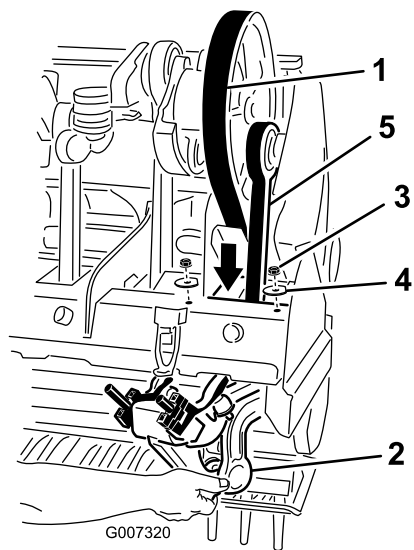

図 38
7. コアリングヘッドのフレームと1番ストンパームからベルトを取り外す 図 38。
5. ロタリンクダンパを1番ストンパームに固定しているロックナット2個とワッシャを外す 図 38。